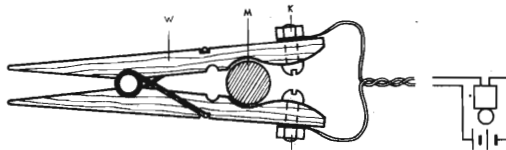

Fig. 373.
Possiamo fabbricare un semplice avvisatore d'incendio, servendoci d'una molletta da bucato (W) (fig. 373). In ognuna delle estremità ricurve della molletta eseguiamo un foro del diametro di 3 mm, attraverso il quale avviamo un bulloncino (K) a testa emisferica e sotto ognuno dei dadi serriamo, senza dimenticare di frapparvi una ranella, un filo conduttore. Fra i due bracci della mollet-